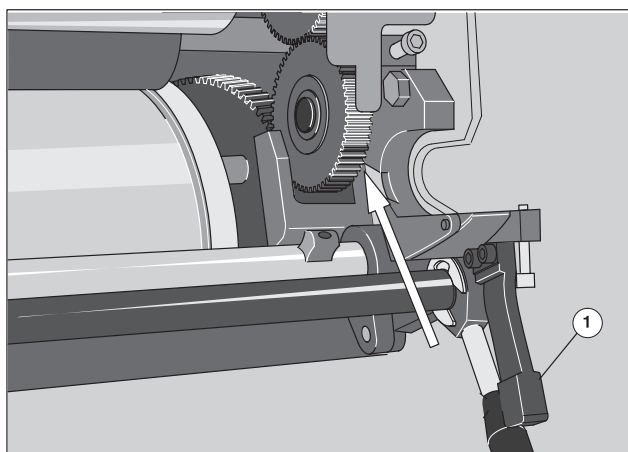

Рис. 46 Юстировочный винт 1-го накатного валика
- 1-ый накатной валик **желтый**: доступен после демонтажа аппарата между шестерней и боковой стенкой на стороне привода (Рис. 46, стрелка); слегка поднимите рычаг подшипника (Рис. 46/①) на стороне привода.